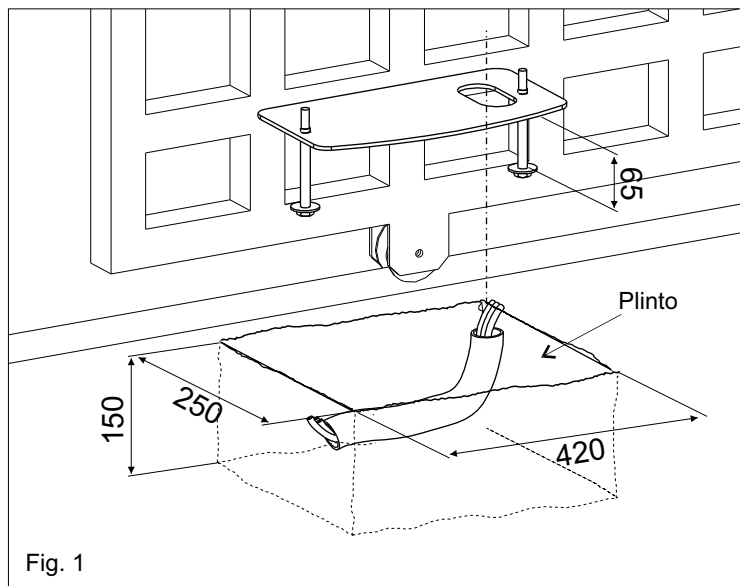

Fig. 1
2.1. Prévoir, en se basant sur les mesures reportées dans Fig. 1, une petite place de béton ou y sera murée la plaque de fondation et les boulons d'ancrage.
NB: Il est opportun, si la structure du portail le permet, de soulever la plaque du niveau pavement d'au moins 50 mm pour éviter des eventuelles stagnations d'eau (Fig. 1).